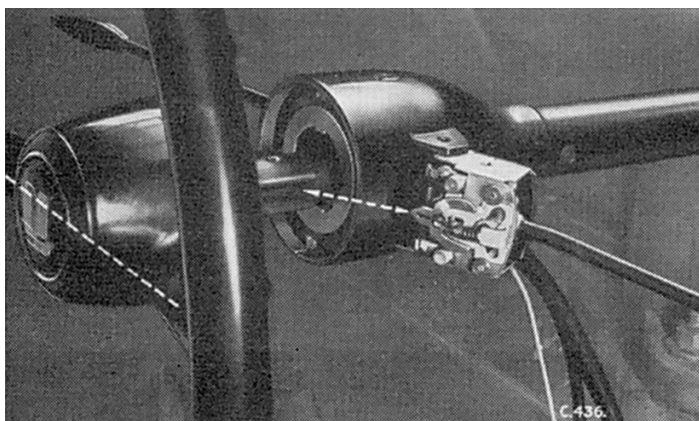

Fig. 24. Dépose des interrupteurs de clignotants et d'éclairage
1. Enlever le guide de câble (51).
2. Enlever le bouton d'avertisseur (63) du moyeu de volant en faisant levier avec un outil approprié, et retirer le balai de contact (61).
3. Enlever les couvercles des interrupteurs et détacher chaque interrupteur de la colonne (Fig. 24).
4. Enlever les boulons (35), les rondelles Grower (36) et détacher les moitiés du collier anti-chocs (37) et (24). Retirer la partie inférieure de la colonne (9) vers le bas et détacher la rondelle en nylon (38). Enlever la partie supérieure de la colonne intérieure (39) avec le volant (59) en les retirant vers le haut.